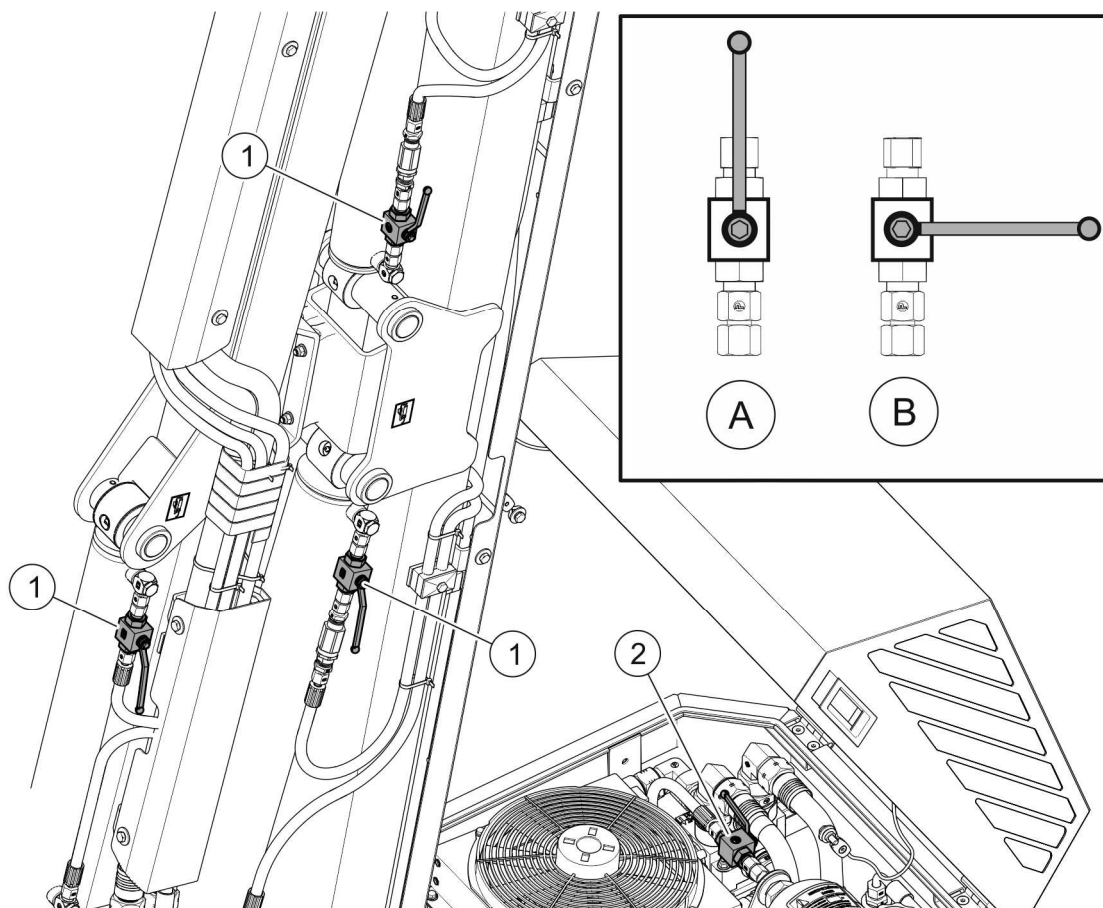

РИСУНОК 4.7. Шаровые клапаны в транспортном положении
(1)- шаровые клапаны гидроцилиндров наклона плечей, (2)- шаровой клапан амортизатора плеча; (А)- клапан ОТКРЫТ; (В)- клапан ЗАКРЫТ.
По окончании перевода плечей стрелы в транспортное положение, необходимо перевести предохранительные шаровые клапаны (1) гидроцилиндров и системы амортизации (2) в положение ЗАКРЫТО (В) (РИСУНОК 4.7).
- установить шаровые клапаны (1) гидроцилиндров в положение ОТКРЫТ (А) (РИС. 4.7);